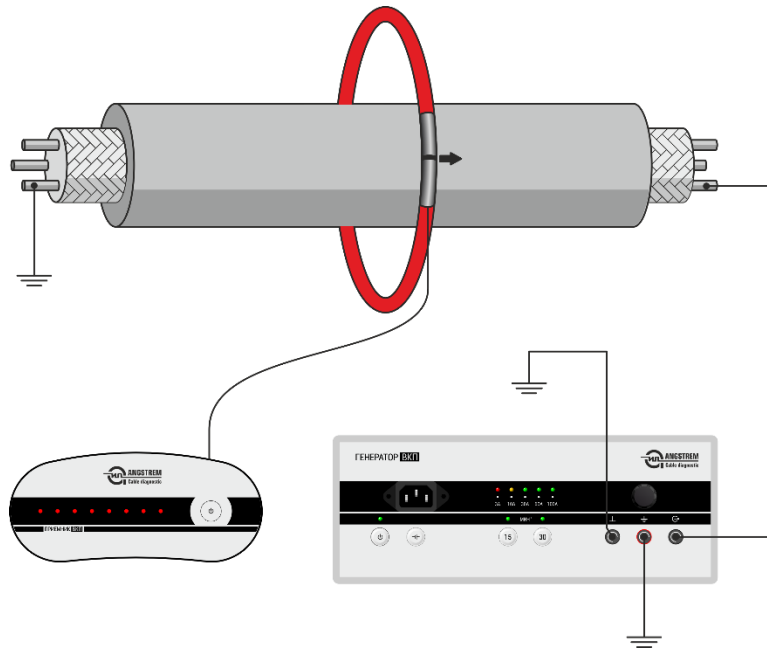

Рисунок 1
См.рис. 1, 2, 3
- Подключить генератор к тестируемой кабельной линии согласно рисунка. (Рис. 1, 2, 3)